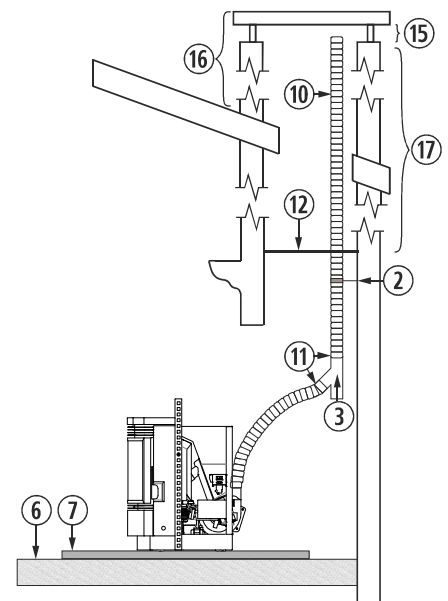

Figura 10
4.26. La instalación de un encastrable en una chimenea de obra, se puede realizar en toda su totalidad en tubo flexible, tal y como indica la *figura 10*. Debemos tener especial cuidado a la hora de realizar el aislamiento entre la chimenea y el tubo de la salida de gases, para evitar posibles retrocesos de gases en caso de tormenta.
②	Abrazadera de sujeción de acero inoxidable.
③	Te de 135° con registro.
⑥	Suelo de madera.
⑦	Protector del suelo no combustible.
⑩	Tubo flexible de acero inoxidable.
⑪	Manguito unión rígido a flexible.
⑫	Aislante anti retroceso.
⑮	Mínimo 200mm.
⑯	Debe sobrepasar 1 metro el tejado.
⑰	Mayor a 4m aumentaremos una medida.